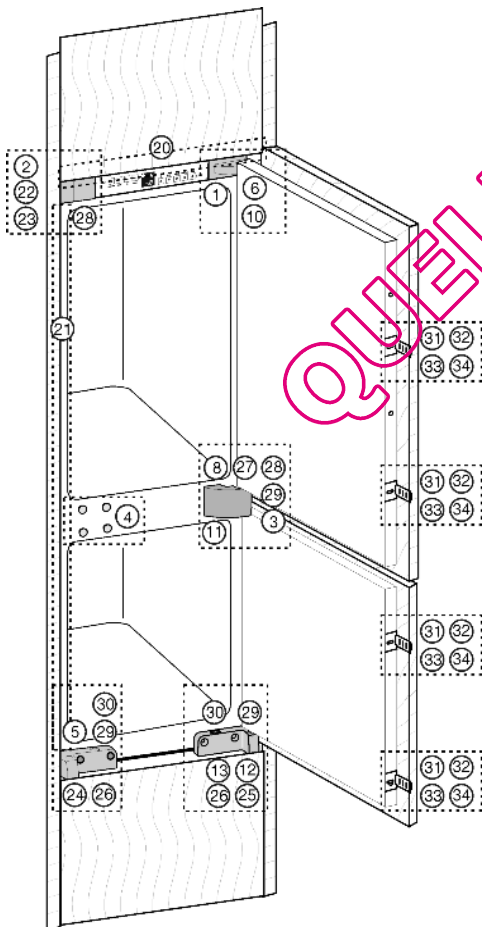
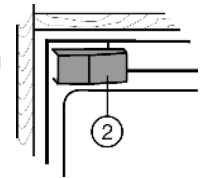

Fig. 6
Fig. 10
- ▶ Retirer le cache Fig. 10 (2).
- ▶ Retirer le cache Fig. 6 (3) du support central Fig. 10 (11).